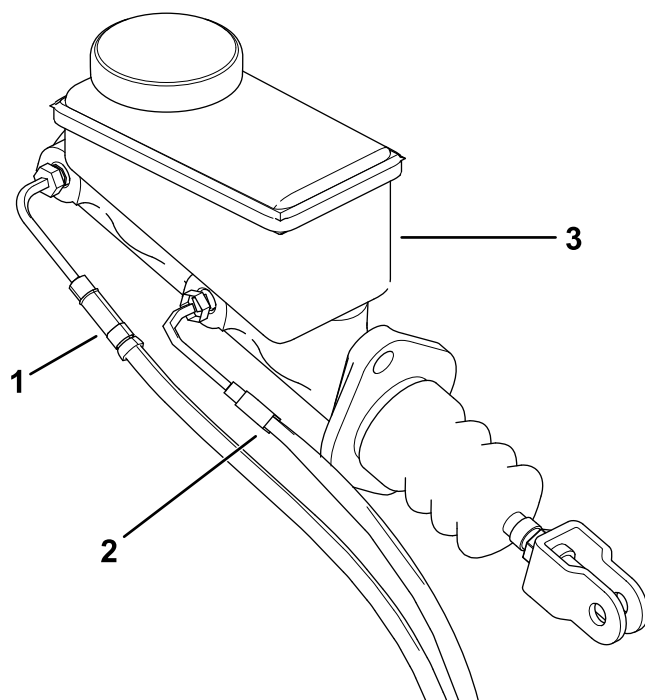

Рисунок 5
5. Отсоедините переднюю и заднюю тормозные трубки от главного цилиндра (Рисунок 5).
3. Подсоедините переднюю и заднюю тормозные трубки к главному цилиндру (Рисунок 5).